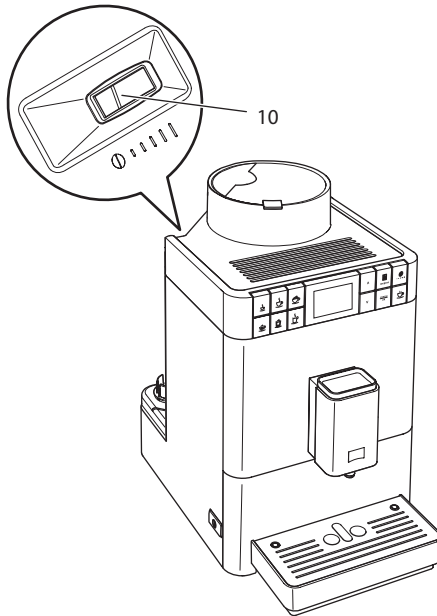

Fig. 16: Arm til indstilling af malingsgraden
- » På huset ses armen "Indstilling af malingsgrad" (10)
2. Stil armen til venstre eller til højre, som vist på Fig. 16.